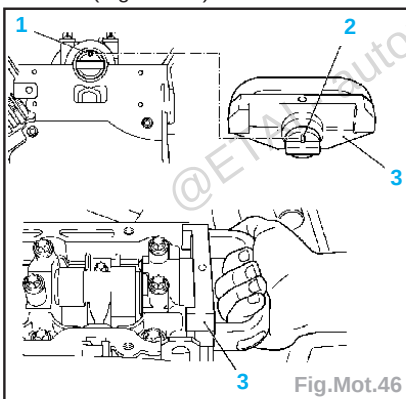

Fig.Mot.46
- Positionner la jauge de contrôle **KM-932** (3) sur la culasse. La pige (2) doit se placer dans l'orifice (1) de l'arbre à cames (Fig.Mot.46).